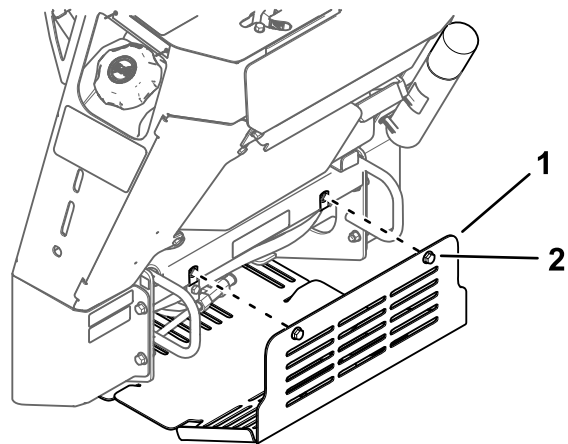

Figure 20
3. Desserrez l'un après l'autre les 2 boulons qui fixent le panneau de protection inférieur jusqu'à ce qu'il se détache (Figure 20).